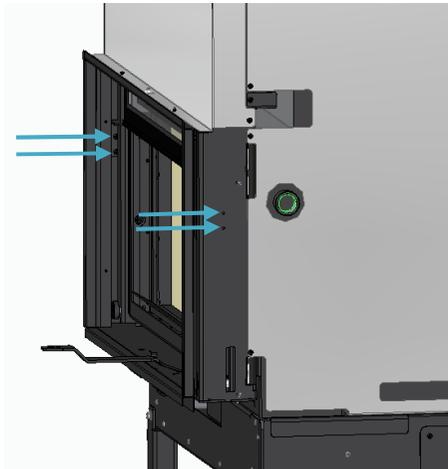

Figura 8
- d) En los modelos con puerta de movimiento vertical, retire los dos tornillos que fijan los soportes que bloquean el movimiento de la puerta a cada lado desde el interior, como se muestra en la Figura 8;